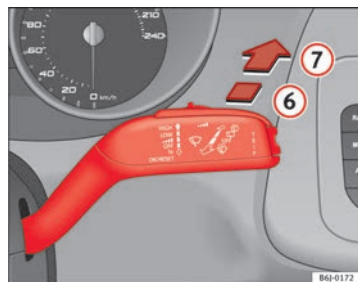

Fig. 66 Palanca del limpiacristales: limpia-lavaluneta
- Presione la palanca hacia delante hasta el encastre **6** ⇒ fig. 66. El limpiacristales debe accionarse en intervalos de 6 segundos.
- Presione la palanca completamente hacia delante hasta la posición **7** ⇒ fig. 66. El limpia y el lavaluneta funcionan simultáneamente.